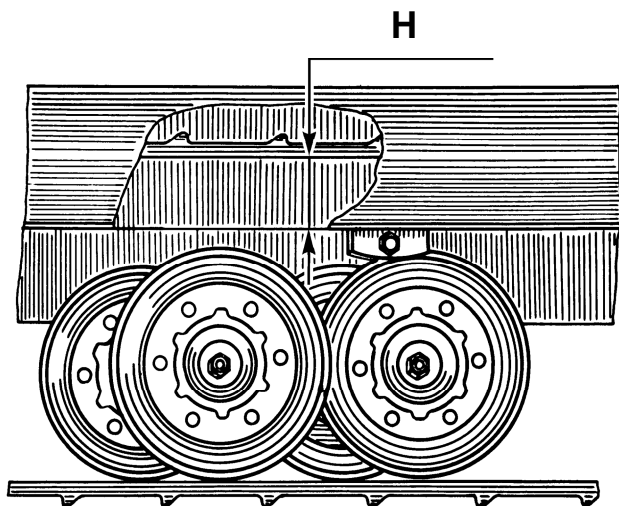

Рис. 22 – Регулировка натяжения гусениц
- проверьте натяжение гусениц. Для снегоходов БУРАН А, АЕ, АТЕ расстояние Н (рис. 22) между внутренней поверхностью верхней ветви гусеницы и нижней поверхностью угольника рамы у второго кронштейна крепления катков балансиров впереди по ходу снегохода должно быть 55...65 мм, а для снегоходов БУРАН АД, АДЕ, АДТЕ – 60...70 мм.